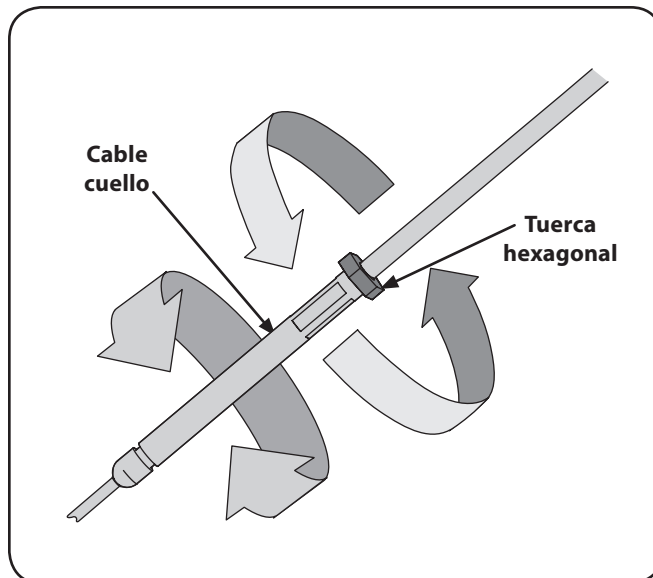

Figura 3-9
2. Ajuste el cable del embrague de marcha adelante, aflojando la tuerca hexagonal. Vea Figura 3-9.
3. Girar la sección de collar cable de una o dos vueltas para aumentar o disminuir la tensión en el cable. Vea Figura 3-9.
4. Vuelva a apretar la tuerca de seguridad contra el collar de cable. Vea Figura 3-9.